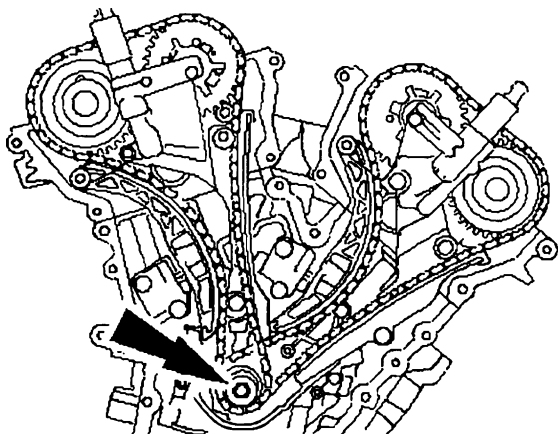

图 11-4 拆卸曲轴带轮固定螺栓和垫圈
- 6) 拆下曲轴带轮固定螺栓和垫圈, 如图 11-4 所示。